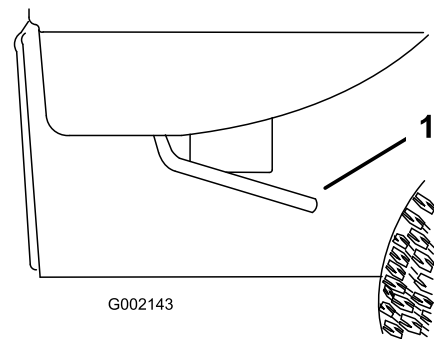

Bild 27
1. Heben Sie den Hebel an beiden Seiten der Ladepritsche an und heben Sie die Ladepritsche an (Bild 27).